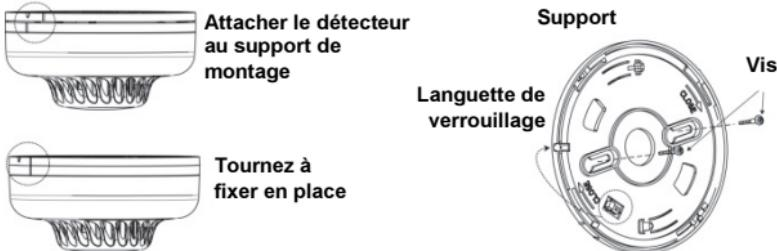

Figure 7: Installation du détecteur de fumée et de chaleur
### Pour installer le détecteur (voir figure 7)
2. Retirez la goupille de verrouillage fixant le support de montage à l'unité (voir figure 7).
6. En vous servant des vis fournies, fixez le support au mur selon la figure 7.
Insérez la goupille de verrouillage afin de fixer le support de montage au détecteur (voir figure 7).